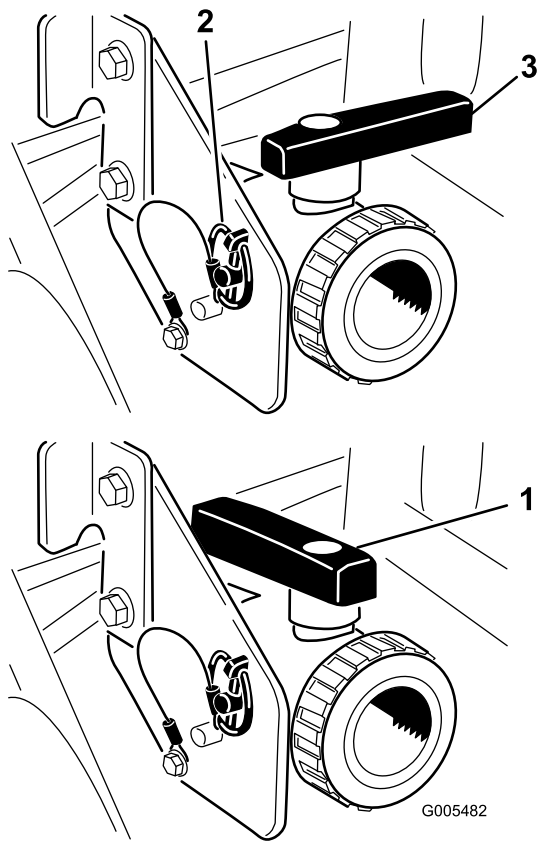

Bild 28
Öffnen Sie das Ventil, sodass nicht verwendete Materialien vom Tank ablaufen können und entsorgen Sie diese gemäß der lokalen Vorschriften und der Vorschriften des Herstellers (Bild 28). Nehmen Sie nach dem Ablassen den Klappstecker von der Halterung ab, mit der das Ablassventil an der Maschine befestigt ist, und legen Sie das Ventil auf den Boden. Dann kann Restmaterial in der Leitung ablaufen.
3. Wenn der Tank ganz geleert ist, setzen Sie das Ventil mit dem vorher abgenommenen Klapstecker im Rahmen ein und schließen Sie das Ablassventil (Bild 28).